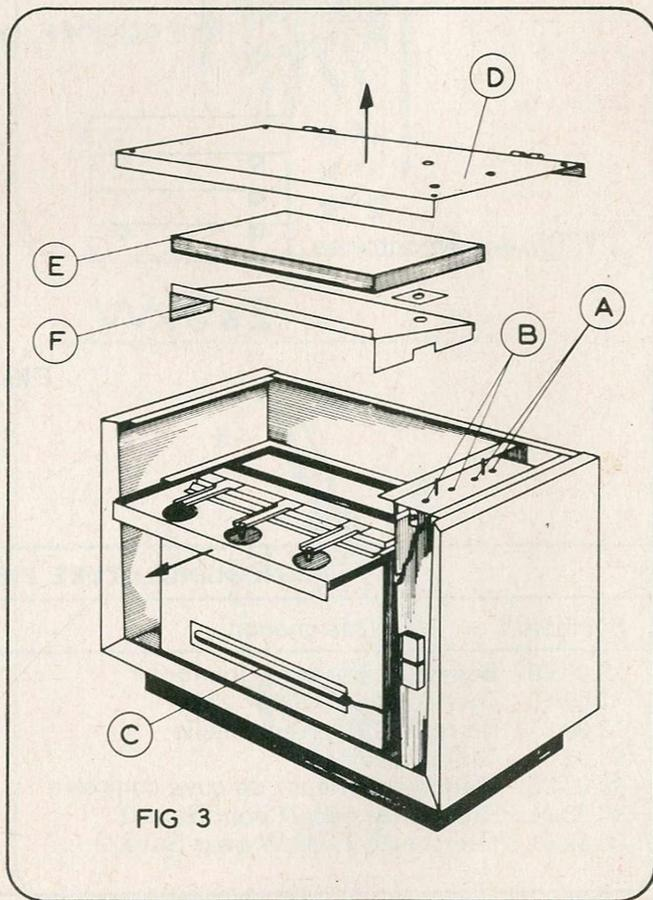

FIG 3
Le panneau supérieur étant enlevé, les 2 vis de fixation du commutateur sont accessibles (rep. A fig. 3).
Le thermostat est fixé par 2 vis (rep. B - fig. 3).
- Retirer le bulbe de son logement (rep. C - fig. 3).
- Dévisser les 4 vis fixant le dessus de l'appareil (rep. D - fig. 3).
- Enlever le tampon de laine de roche (rep. E - fig. 3) et le déflecteur (rep. E - fig. 3).